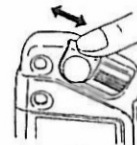

Fig. 3
**PRE-CAUTION** • Faire coulisser le Lumisphere en poussant la partie indiquée dans la Fig. 3.